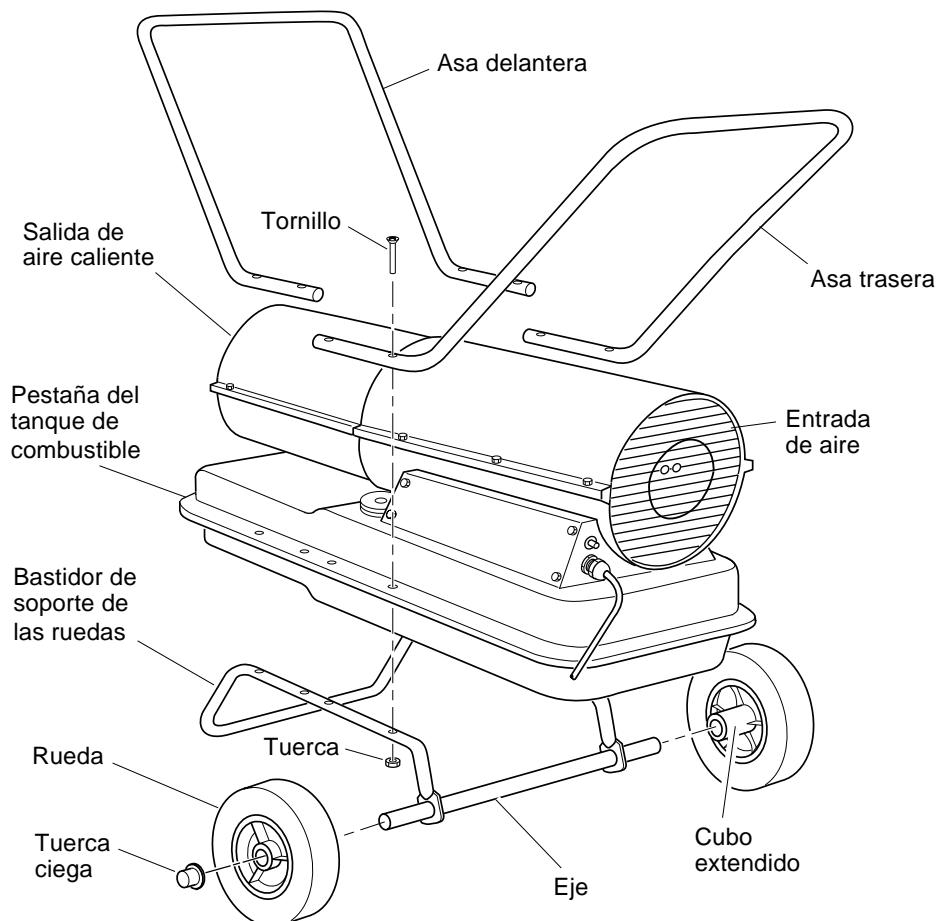

Figura 3 - Conjunto de ruedas y asas, sólo modelos de 26,4/44 kW (90/150,000 Btu/hr)
1. Deslice el eje a través del bastidor de soporte de las ruedas. Instale las ruedas en el eje. **IMPORTANTE:** Al instalar las ruedas, oriente el cubo extendido de las ruedas hacia el bastidor de soporte de las ruedas (vea la Figura 3).